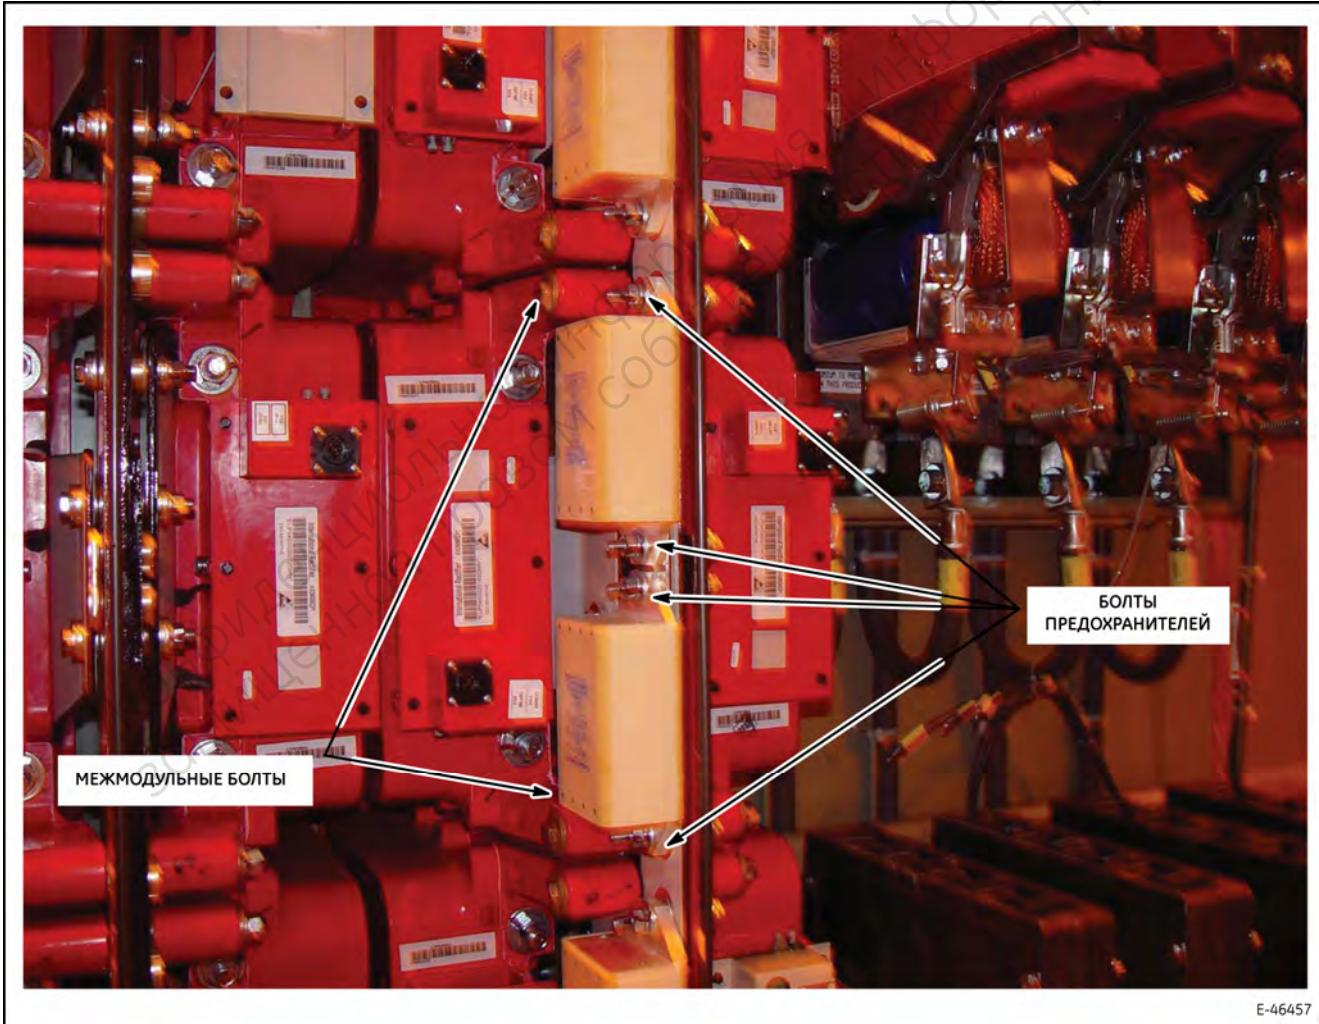

Рис. 27. Предохранители IGBT-модуля фаз.
- Снимите два предохранителя, связанных с заменяемым модулем, независимости от того, заменяется левый или правый модуль. Снимите два болта, закрепляющих каждый предохранитель (рис. 27).
- Снимите верхние и нижние межмодульные болты. Сдвиньте каждый болт, так чтобы он скрылся в шине, оставьте их на стороне монтируемого модуля, так он потом может использоваться к ручка для демонтажа модуля (рис. 27).